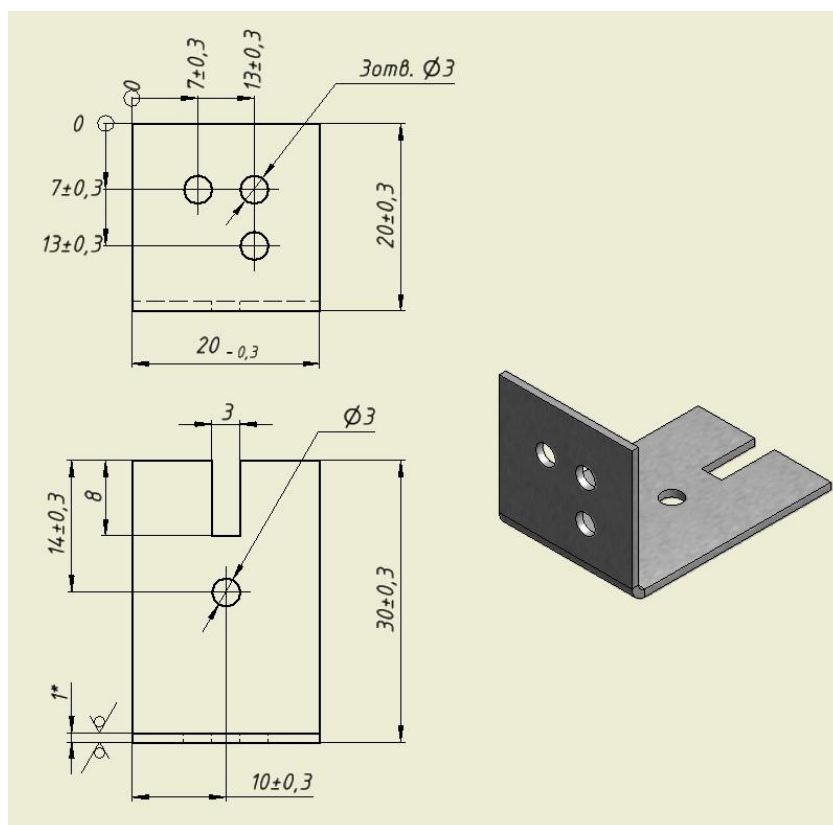

Рис. 2.5 Габаритные и установочные размеры угольника
- 2) Закрепить линзы ВОД в отсеках ячейки. Крепление ВОД осуществляется с помощью входящих в комплект поставки угольников, пластиковых стяжек и заклепок (саморезов). Габаритные и установочные размеры угольника приведены на рис. 2.5.